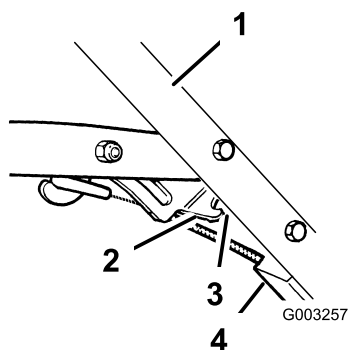

Figura 30
- A. Afloje la tuerca del soporte del cable (Figura 30).